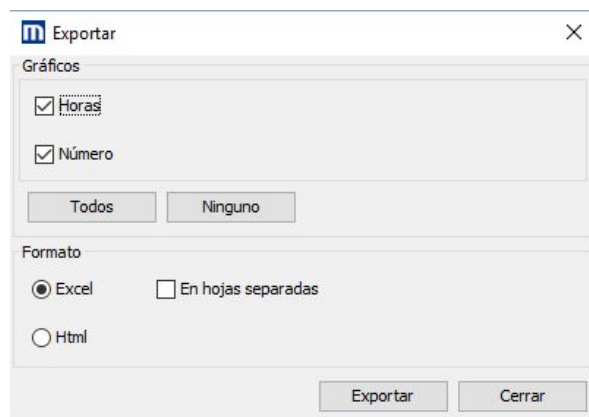

Ilustración 6: Exportación de Reporte
- Exportación del reporte a archivo: Permite exportar el reporte de la lista seleccionada en formato HTML o XLS. Se pueden realizar varias exportaciones según los formatos que se requieran. Si la exportación es exitosa se muestra un mensaje de confirmación (Ver Ilustración 6).